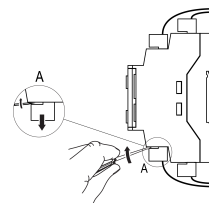

Рисунок 2 – Отсоединение съемных частей клемм
1. Снять ответные части клеммников (см. рисунок 2).